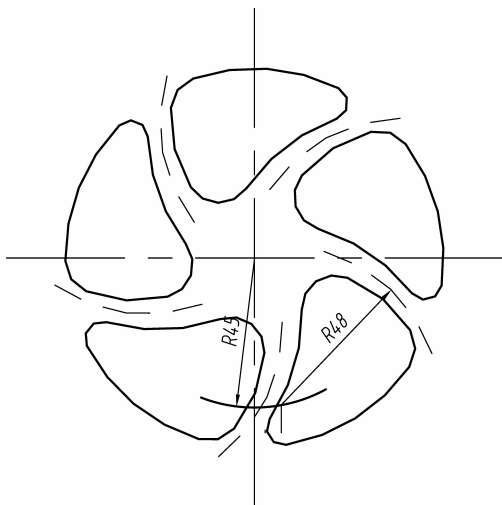

图 3-21 主要部分完成图
(7) 在图示位置作  $R48$  的圆弧然后进行阵列命令,如图 3-21 所示。